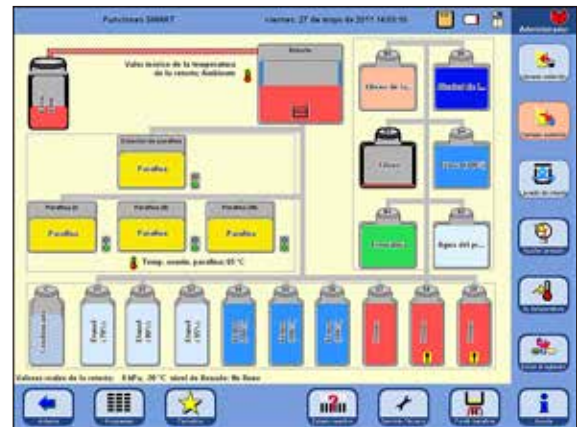

Fig. 166
- Todo el proceso se representa gráficamente en la pantalla (vista **SMART SCREEN**) (fig. 166).